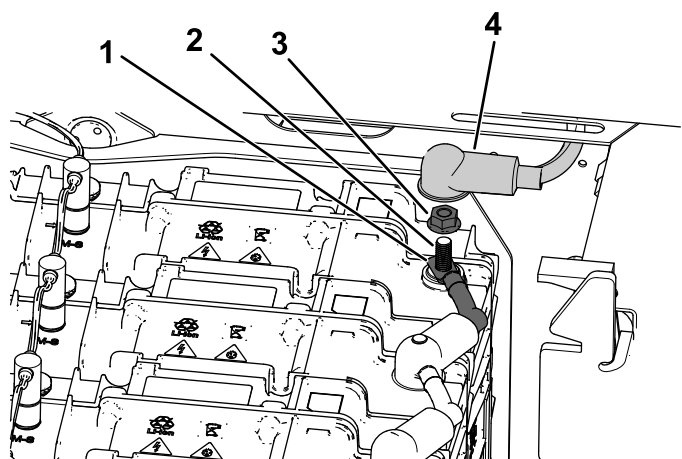

Figura 42
2. Retire la tuerca con arandela prensada y el cable negativo (–) del borne de la batería (Figura 42).
1. Conecte el cable negativo (-) al borne de la batería usando la tuerca con arandela prensada (Figura 42).
2. Instale el protector del borne negativo (-) de la batería en el borne de la batería (Figura 42).